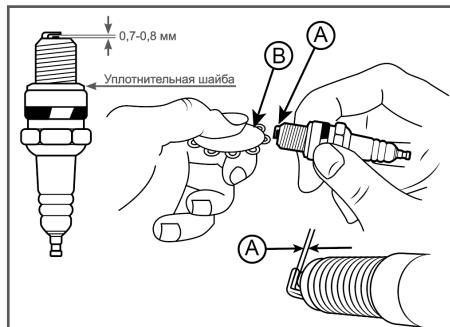

Рис. 18 Обслуживание свечи зажигания
- Измерьте зазор между электродами свечи зажигания специальным щупом. Зазор должен быть 0,7-0,8 мм (Рис.18). При увеличении или уменьшении требуемого зазора, рекомендуется заменить свечу, так как регулировка зазора может привести к изменению качества искрообразования.